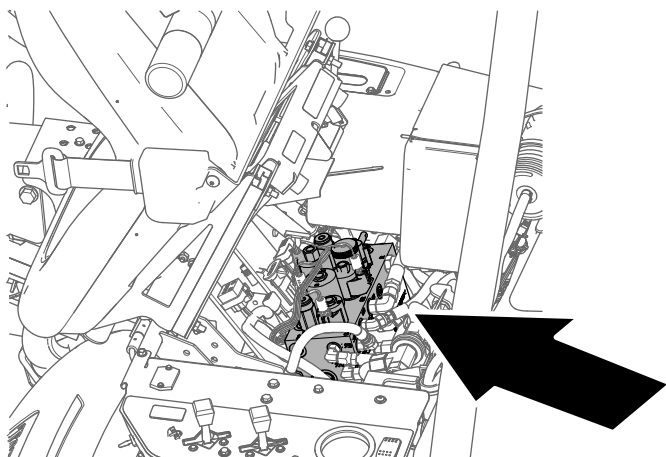

Figura 50
- 4. Incline el asiento del operador hacia adelante y coloque la varilla de sujeción (Figura 50).